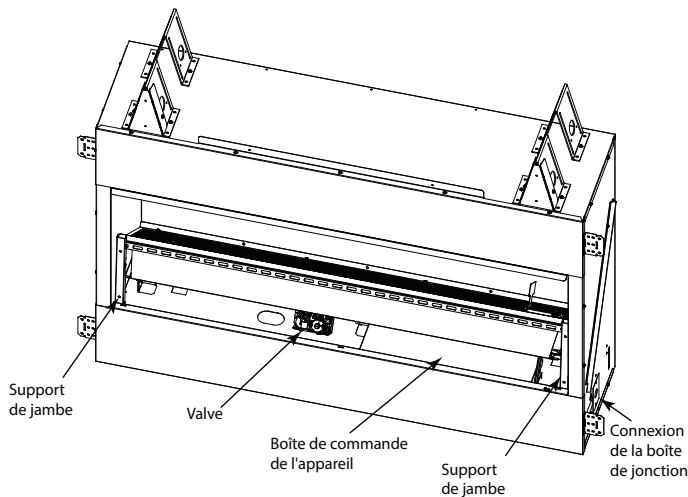

Figure 6.1. Appareil avec moteur levé
La vanne et les contrôles sont situés dans la boîte de commande de l'appareil. Voir la figure 6.1.
Le boîtier de commande et les commandes peuvent être accessibles en soulevant l'ensemble moteur comme indiqué à la figure 6.1
- Soulevez l'avant de l'ensemble du brûleur et placez les deux supports de jambe, fournis sous le moteur, contre l'espace avant inférieur au bas de la face, et glissez dans les fentes au bas de l'ensemble du moteur. Voir Figure 6.1.